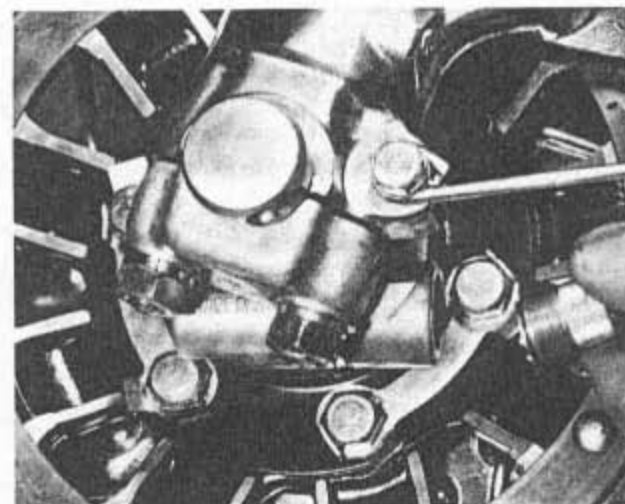
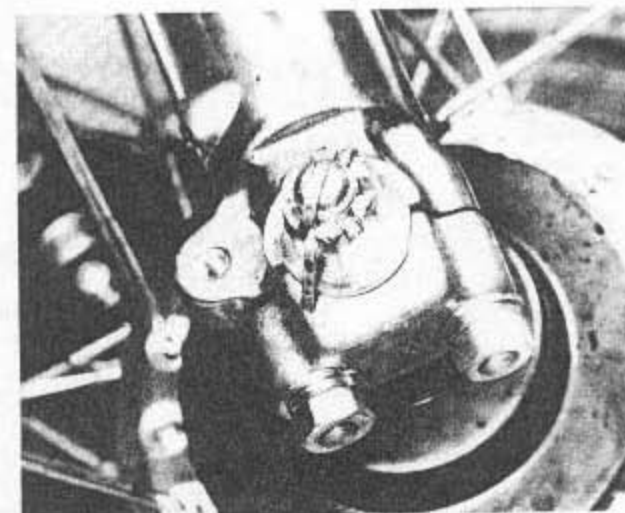
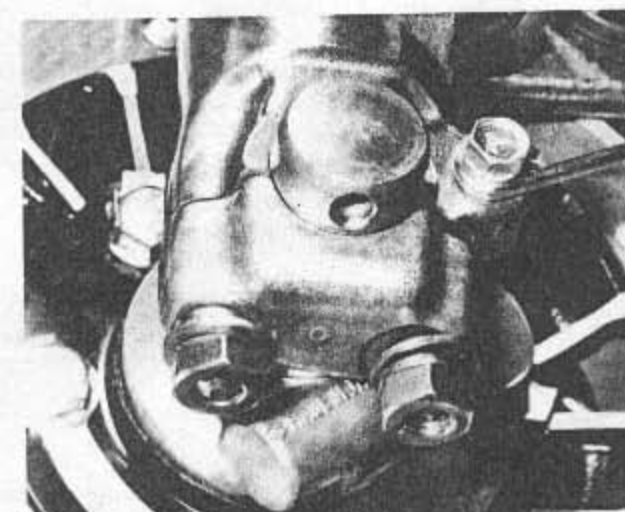

Bild 245
Bild 246
Bild 247
- Tachoantriebswelle durch Abschauben der Rändelmutter vom Tachoantrieb lösen (Bild 245). Welle durch die Führungsklammer herausziehen. Splint aus der Achsmutter herausziehen und Mutter etwas lockern (Bild 246). Das Rad kann nun entweder durch Abbau der beiden Klemmschalen (Bild 247) oder durch Lockern der Klemmschalenmutter und Herausziehen der Radachse ausgebaut werden. Man beachte die Anordnung der Abstandshülsen und bei Modellen mit Scheibenbremse den Tachoantrieb.